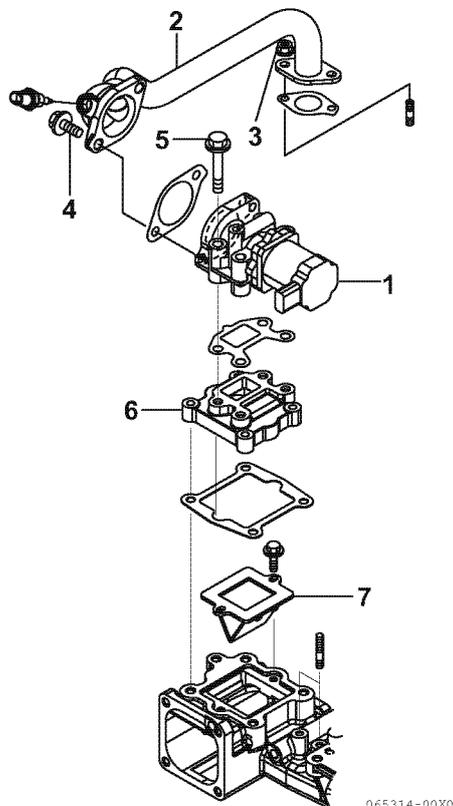

Figure 6-119
2. Déposez les connecteurs de soupape RGE (1, **Figure 6-119**). (Pour la vérification et le nettoyage, ne déposez pas les connecteurs.)
3. Desserrez les écrous côté refroidisseur du RGE (3, **Figure 6-119**) du tuyau de RGE (2, **Figure 6-119**), puis retirez les boulons de montage côté soupape RGE (4, **Figure 6-119**).
4. Desserrez les boulons de fixation RGE (5, **Figure 6-119**) et retirez la soupape RGE.
5. Retirez l'entretoise de soupape RGE (6, **Figure 6-119**).
6. Retirez la soupape principale (7, **Figure 6-119**).